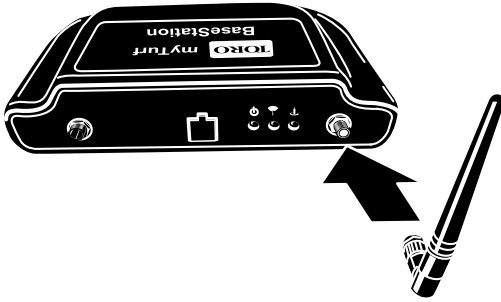

Figura 5
1. Com a antena chicote apontada na vertical, instale a antena na estação base (Figura 5).